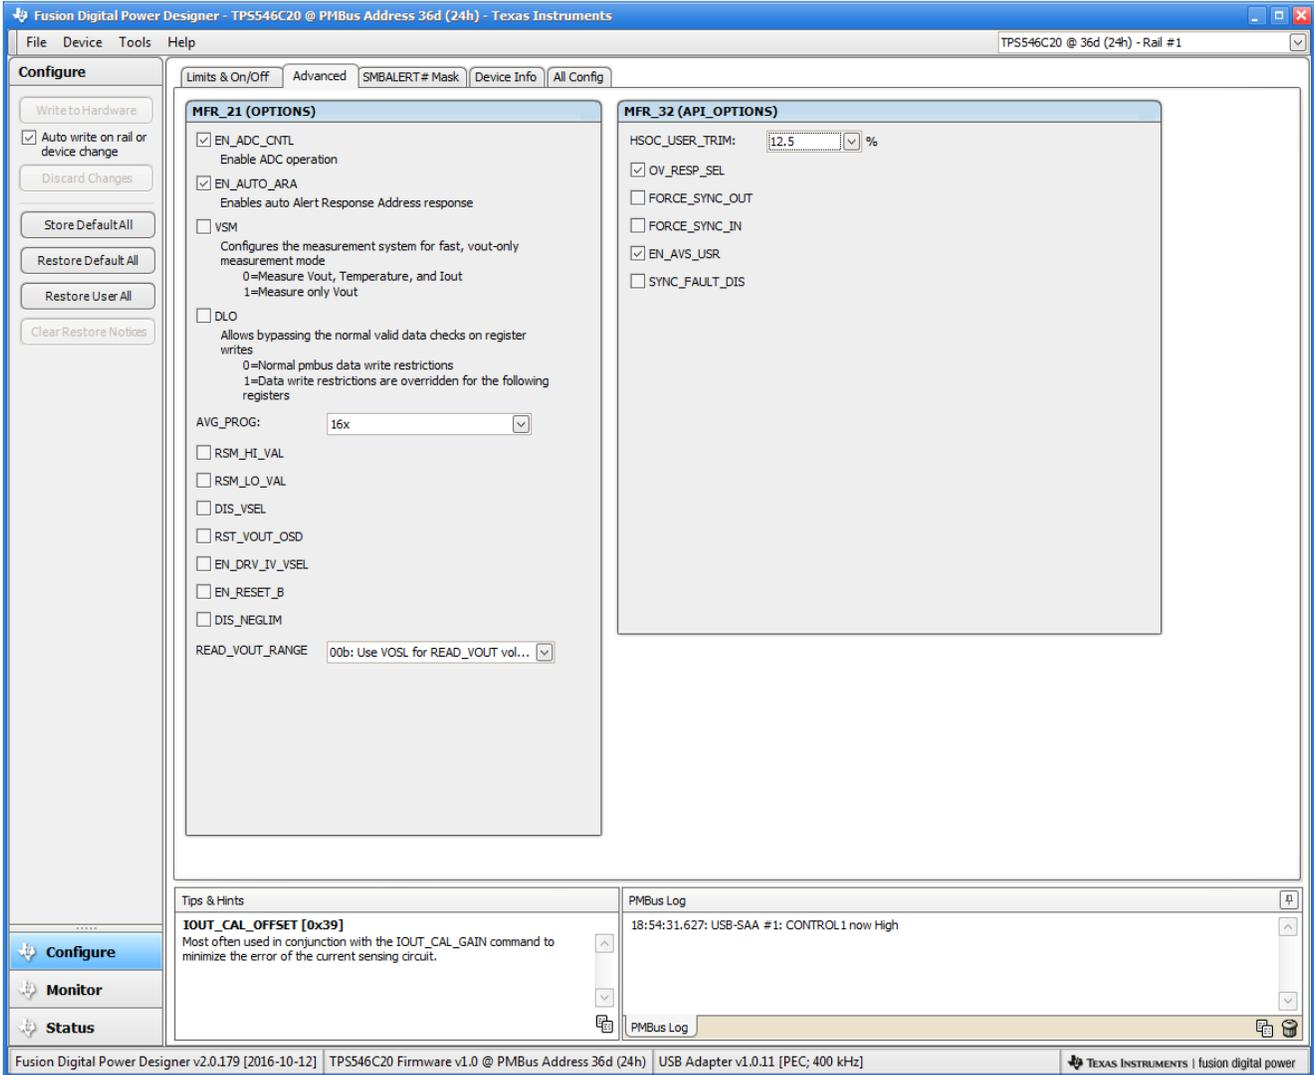

图 10-4. 配置 - Advanced
对于  $V_{ref}$  和软启动时间的修改内容，为了让更改在下次上电时生效，还应检查 **Advanced** 选项卡中的 **DIS\_VSEL** ( 图 10-4 )，并将其存储到非易失性存储器中。
- 使用 **Advanced** 选项卡 (图 10-4) 配置以下各项：